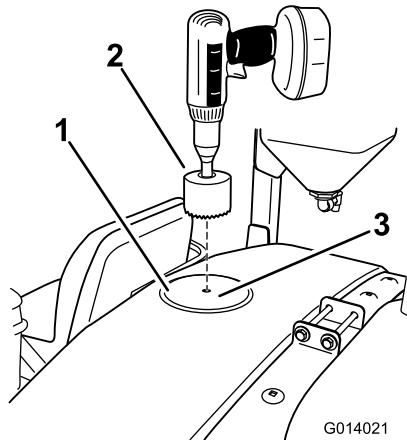

Рисунок 17
1. Найдите переднее место в верхней части бака, как показано на Рисунок 17.
2. Используйте цилиндрическую пилу диаметром 9 см, чтобы просверлить отверстие в отмеченном месте для сверления (Рисунок 17).